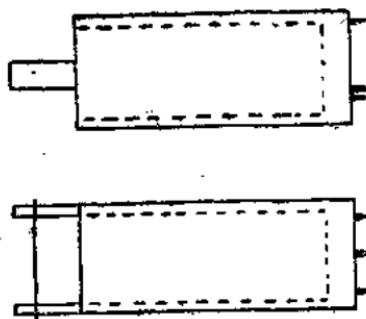

图 11
3. 盛水筒 系用毛竹筒做成（图11），取直徑10公分（三寸）左右的毛竹，截取長約20公分一节，在一头保留一个节，一头不要节，便于盛水。为了悬挂带有重锤之照准部分，竹筒上面鑄成两只耳朵，并鑽孔穿以鐵絲，照准部即可